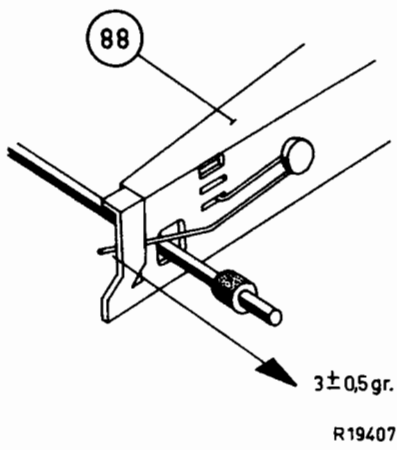

Fig.15
1. De frictie tussen de torsie veer en de stang (zie fig. 15) moet liggen tussen 2,5 en 3,5 gr.